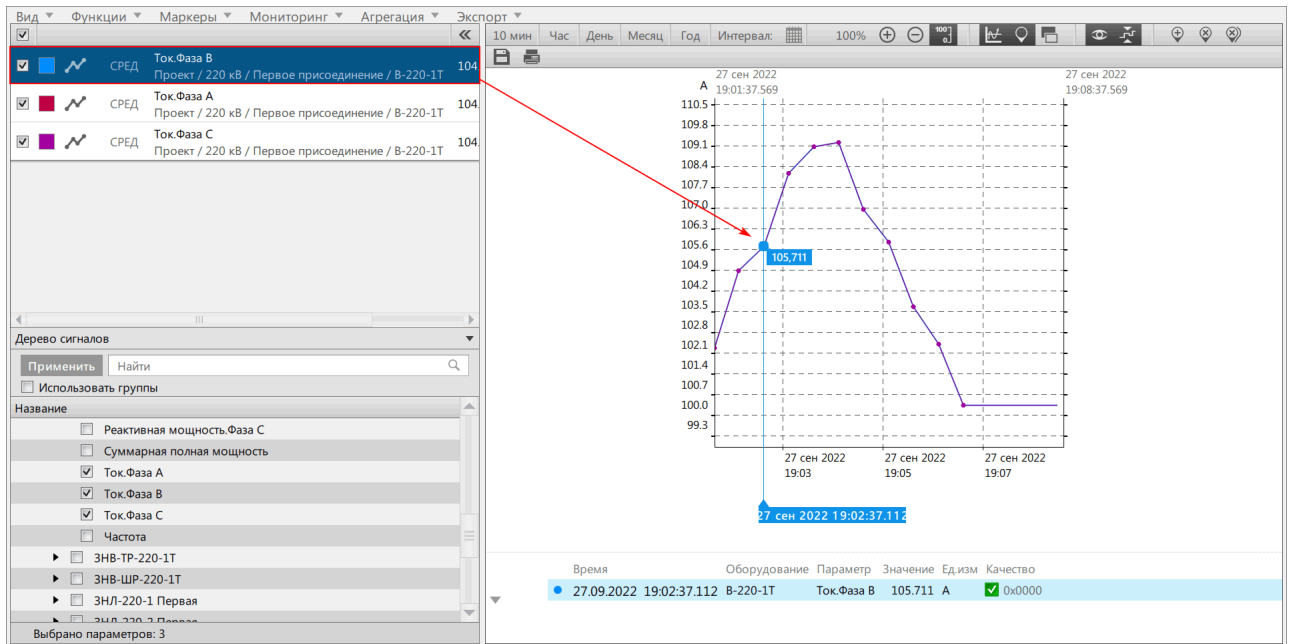

Рисунок 94 - Добавление маркера на график
2. Нажмите *ЛКМ* в области графиков (Рисунок 94).